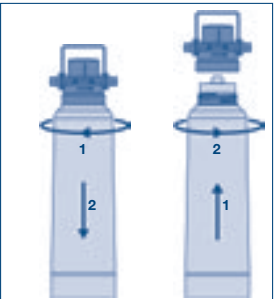

Fig. 12
- 2. Desaperte o elemento filtrante na cabeça do filtro, rodando-o para a direita (ver fig. 12). Para facilitar a desmontagem dos elementos filtrantes, é possível oscilar a cabeça do filtro no suporte em 90°.
- 3. Instale um novo elemento filtrante (ver fig. 12)